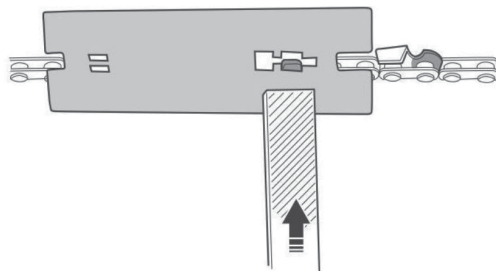

Рис. 23
1. Установите шаблон ограничителя глубины так, чтобы ограничитель подачи был в просвете шаблона, а пластина шаблона опиралась на режущий зуб (рис. 23).